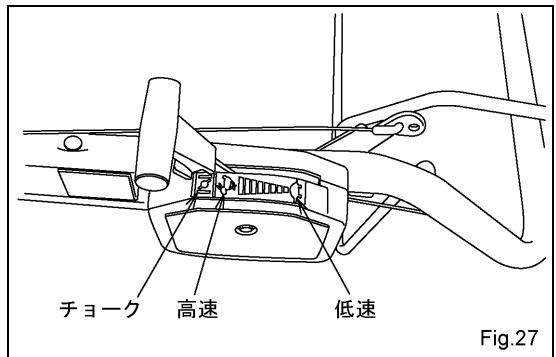
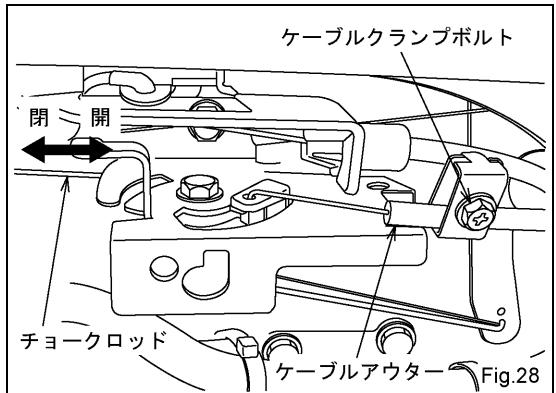

Fig.27
Fig.28
(Fig.27、Fig.28)
(2) 上記①～②の各項目を満たさない場合は、ケーブルクランプボルト (8 mm) を緩めてケーブルアウタの固定する位置を変えて再度上記項目を確認して下さい。(Fig.28)
(3) 上記調整後、エンジンを始動して、スロットルレバーが正常に機能するか確認して下さい。